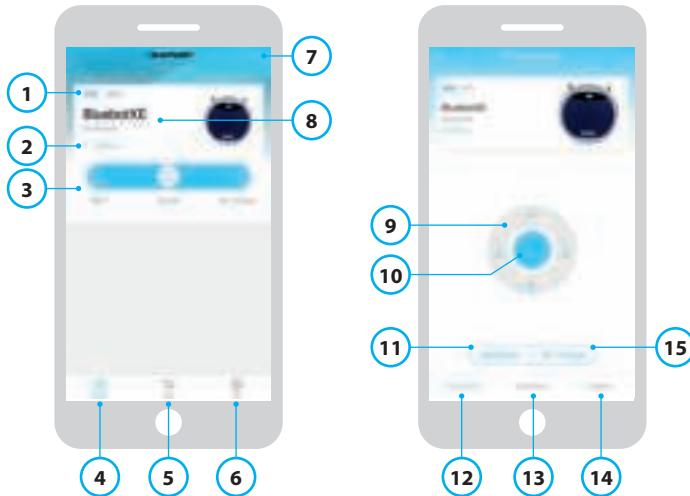

Abbildung 3 - Start- und Betriebsbildschirm
- 12 Operation: Öffnen Sie den Betriebsbildschirm des Roboters (siehe Abbildung 3).